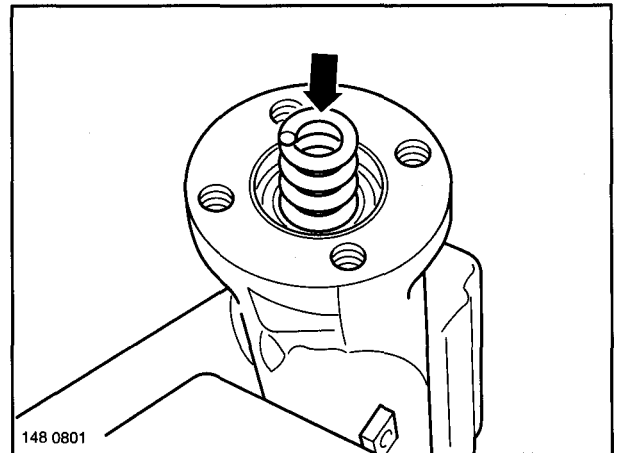
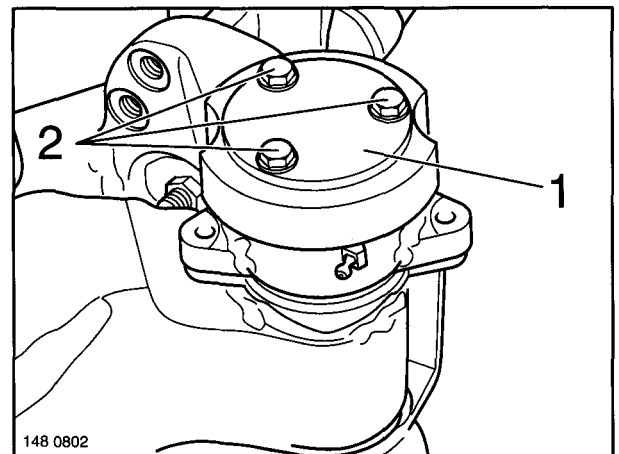

Fig. 1
Fig. 2
- (1) Démonter l'essieu.
- (2) Enlever les éléments de moyeu et de frein, voir les manuels concernant les essieux rigides correspondants.
- (3) Enlever la barre de direction, voir chapitre 5.
- (4) Extraire les supports de cylindre ou les plaques d'obturation et extraire les ressorts de pression (figure 1/flèche).
- (5) Retourner l'essieu, de sorte que les rondelles à cames se trouvent au-dessus.
- (6) Dévisser les vis de fixation (figure 2/2) des plaques d'obturation inférieures (figure 2/1), enlever les plaques.
- (1) Achse ausbauen.
- (2) Naben- und Bremsenteile entfernen, siehe Handbücher der entsprechenden Starrachsen.
- (3) Lenkstange abbauen, siehe Kapitel 5.
- (4) Grundplatten bzw. obere Verschlussplatten abbauen und Druckfedern (Fig. 1/Pfeil) herausnehmen.
- (5) Achse in Rückenlage einspannen, daß die Wellendruckscheiben oben liegen.
- (6) Befestigungsschrauben (Fig. 2/2) der unteren Verschlussplatten (Fig. 2/1) herausschrauben, Platten abnehmen.